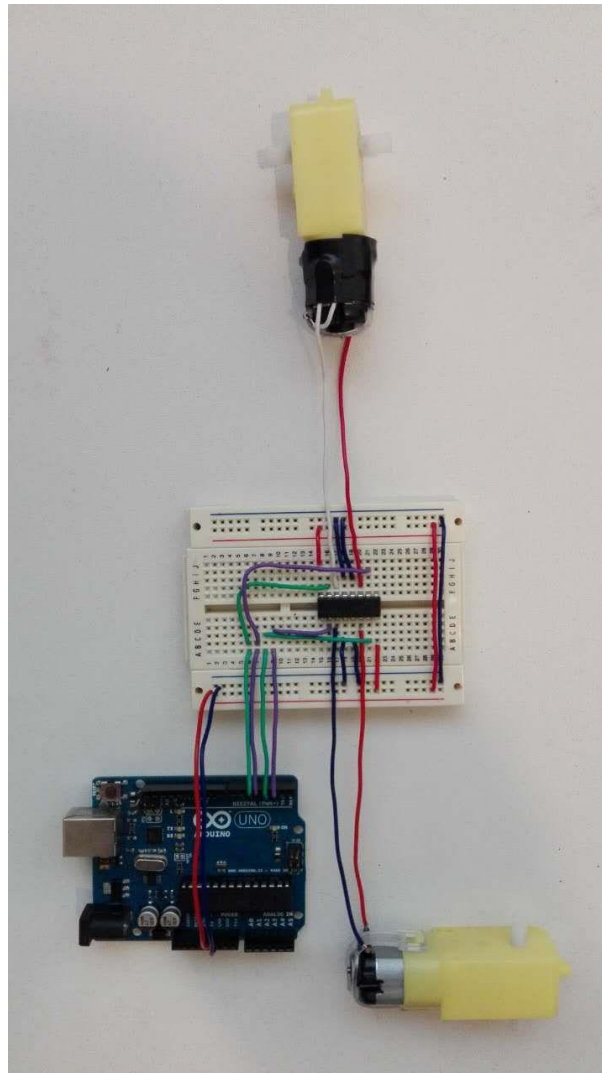

Figura 1. Etapa de potencia con L293D para dos motores
1.- Leer las notas anexas, que describen el circuito integrado L293D el cual entrega una corriente de hasta 600 mA, (APENDICE A). Construya una etapa de potencia en un protoboard para dos motores de corriente directa. Figura 1.